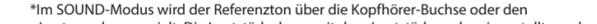

Abb. 3 Anzeigebeispiel im SOUND-Modus (beim Abspielen eines Referenztons)
- Ein Referenzton kann durch Betätigen der MODE-Taste im TUNER-Modus und Umschalten der Modusanzeige für TUNER in der LCD-Anzeige auf SOUND abgespielt werden. (Siehe Abb. 3)
- Ein Referenzton kann durch Betätigen der MODE-Taste im TUNER-Modus und anschließendes Einstellen der Modusanzeige für TUNER in der LCD-Anzeige auf SOUND abgespielt werden. (Siehe Abb. 3)